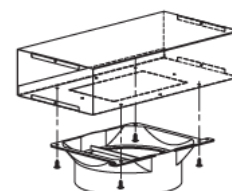
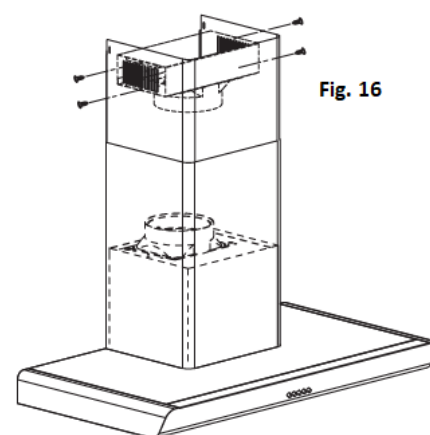

Fig. 15
Fig. 16
- Instale o adaptador no defletor (fig. 15).
- Instale o defletor (fig. 15) na chaminé superior ao nível dos orifícios de ventilação (fig. 16).